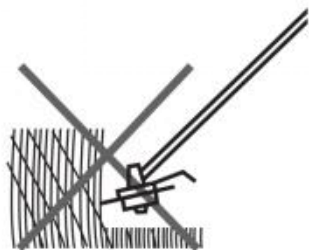

Fig. 46
7. Tagliare l'erba più lunga in più fasi; non tagliare l'erba alta in un unico taglio (Fig. 46).